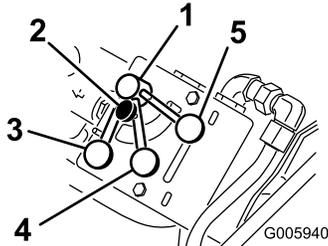

図 10
は、補助油圧装置とは別の油圧回路で駆動されますが、これら2つの油圧回路は共通のポンプによってフローを得ています。フローディバイダ・コントロール（図 10）を使用することにより、トラクションユニットの油圧系統へのフローと補助油圧装置へのフローの割合を変化させることができます。これにより、たとえばトラクションユニットに送られるフローをいろいろに変化させて走行速度を変えることができます。補助油圧装置に送る油圧フローを多くすればするほど、トラクションユニットの油圧装置の速度は遅くなります。
**注** フローディバイダ・コントロールの設定を固定するには、ついているノブがダイヤルに当たるまで右廻りに締め付けます（図 10）。